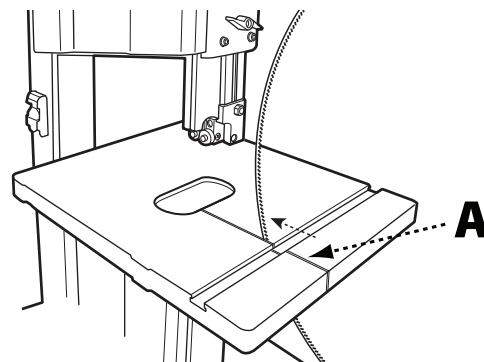
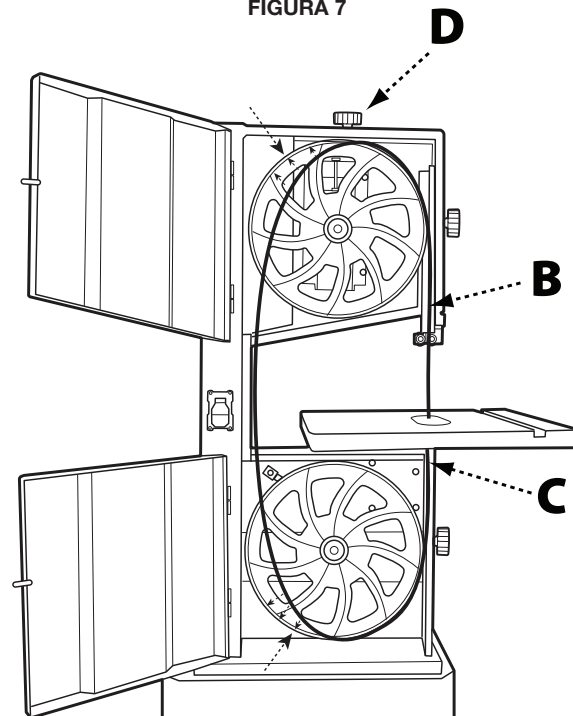
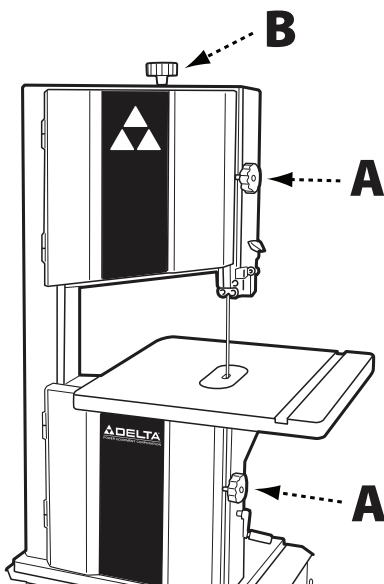

FIGURA 7
FIGURA 8
FIGURA 6
- Abra los gabinetes superior e inferior de la sierra girando las perillas de seguridad del gabinete (A) hacia la derecha. Vea la Figura 6.
- Localice la perilla tensionadora de la hoja (B) en la parte superior de la máquina y gírela varias vueltas hacia la izquierda para bajar el volante superior.
- Alimente con cuidado la hoja a través de la ranura de la mesa (A), asegurándose de que los dientes de la hoja estén hacia abajo, hacia la mesa. Vea la figura 7.
- Deslice cuidadosamente la hoja a través de la ranura superior (B) y la ranura inferior (C) localizadas a la derecha de la guarda de la rueda.
inferior. Vea la figura 8. Si necesita crear holgura adicional, gire la perilla tensionadora de la hoja (D) hacia la izquierda hasta que la hoja puede deslizarse sobre los dos volantes.
- Si la hoja se desvía más de 6.4 mm (1/4 pulg.), aumente la tensión de la hoja apretando la perilla tensionadora de la hoja en la parte superior de la máquina (consulte B en la figura 6, página 46).